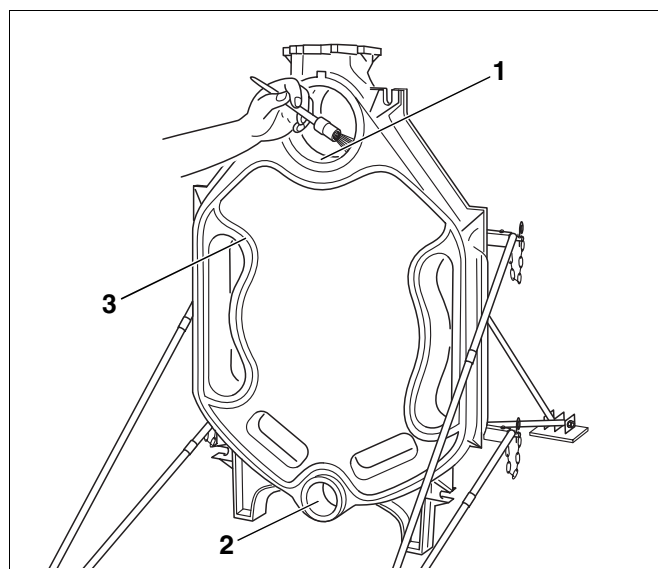

Abb. 13 Dichtnuten und Naben vorbereiten
- Dichtnuten gegebenenfalls mit Drahtbürste und Lappen reinigen (Abb. 13, **Pos. 3**).
- Dichtflächen der Naben (Abb. 13, **Pos. 1 und 2**) mit benzingertränktem Lappen reinigen.